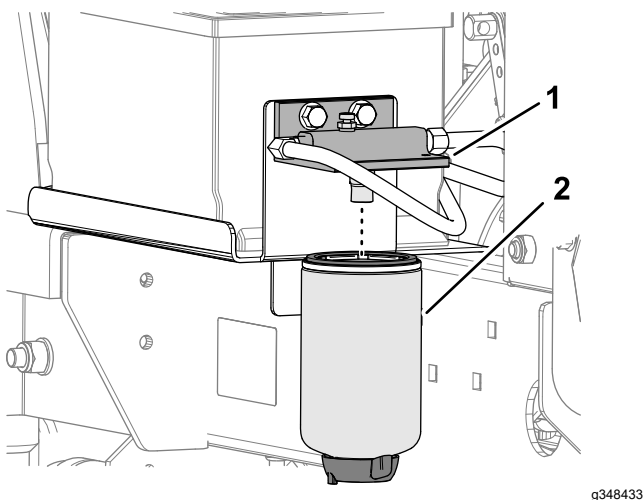

Figure 69
3. Placez un bac de vidange propre sous la cartouche du filtre à carburant (Figure 69).
7. Nettoyez la surface autour du filtre à carburant et de la tête du filtre (Figure 69).
8. Déposez la cartouche et nettoyez la tête du filtre (Figure 69).